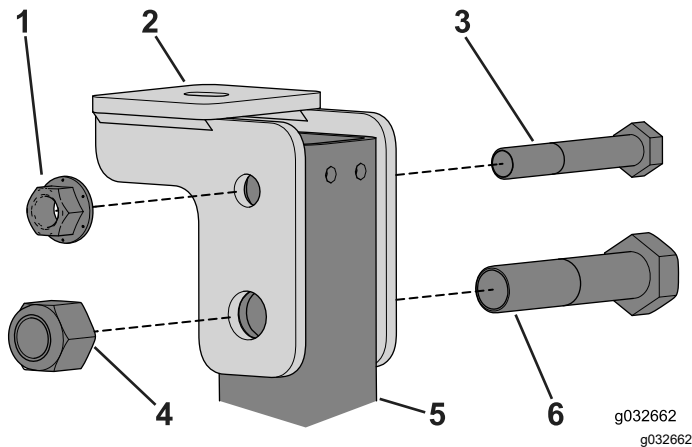

Figure 111
1. Retirez les boulons qui fixent le support de la cabine au tube du système ROPS à l'arrière du cadre de la cabine (Figure 111).